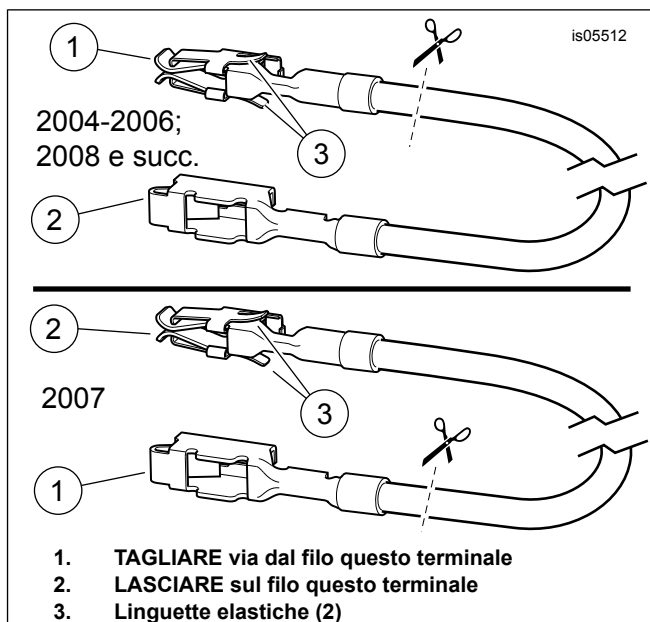

Figura 9. Filo dell'adattatore del pannello fusibili (Touring FL)
2. Prendere dal kit il filo arancione/bianco dell'adattatore del pannello fusibili (11). **Per i modelli dal 2004 al 2006:** a ogni estremità, prendere nota del terminale (vedere Figura 9, **vista superiore**). Solo il terminale **SENZA le linguette elastiche** è adatto alla cavità del fusibile. Tagliare con attenzione il terminale **CON** le linguette elastiche via dal filo ed eliminarlo. **Per i modelli 2007:** ad ogni estremità, prendere nota del terminale (vedere Figura 9, **vista inferiore**). Solo il terminale **CON le linguette elastiche** è adatto alla cavità del fusibile. Tagliare con attenzione il terminale **SENZA** le linguette elastiche via dal filo ed eliminarlo.